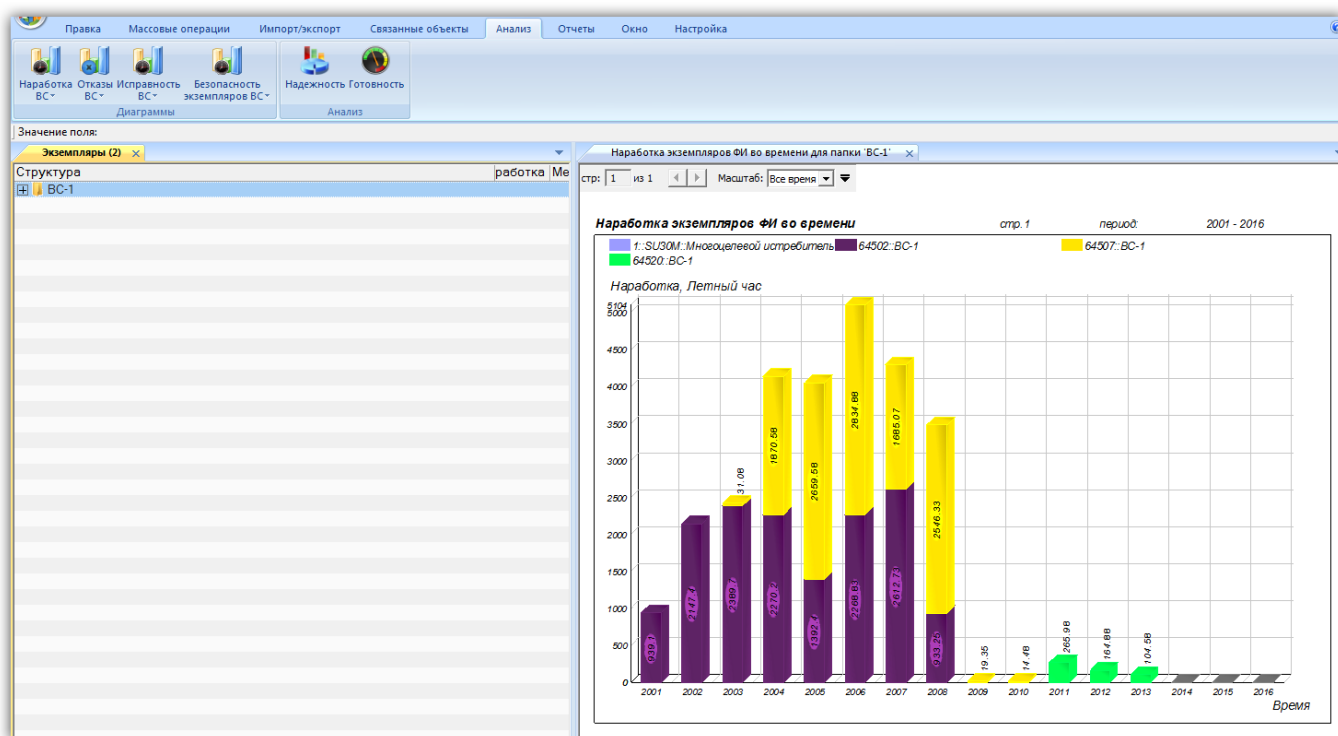

Рис. 13-230 – Построение диаграммы по наработке
- 4) В отдельном рабочем окне отображается диаграмма по наработке (рис. 13-230). Краткое описание инструментов панели «Файл» для диаграмм приведено в пункте 5.4.7 «Панель «Диаграммы»», стр. 62.